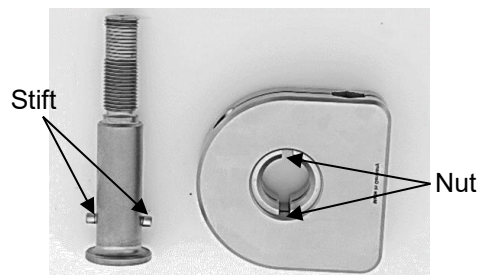

Abb. 11
Beim Montieren des Kreuzverbinders ist darauf zu achten, dass die Stifte der Gewindestange (4) in die Nuten des unteren Klemmstücks (3) einrasten (Abb. 11).